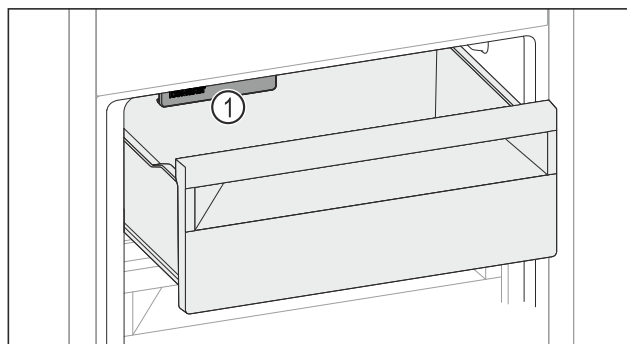

Fig. 61
- Observera IceMaker Fig. 61 (1).